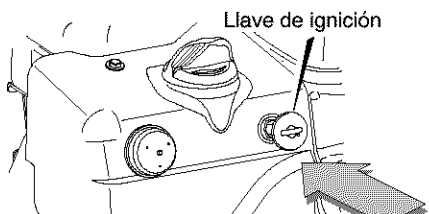

Figura 80
5. Saque ambas llaves de ignición de la bolsa plástica. Inserte una de ellas en la ranura de encendido (vea la Figura 80). Asegúrese de que la llave encaje bien. **No gire la llave de ignición.** Guarde la segunda llave en un lugar seguro.